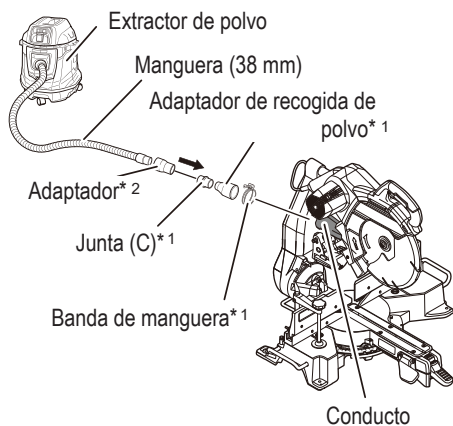

Fig. 47
13. Conexión del extractor de polvo (se vende por separado) (Fig. 47)
La conexión se realiza al presionar en la dirección de la flecha. (Fig. 47)